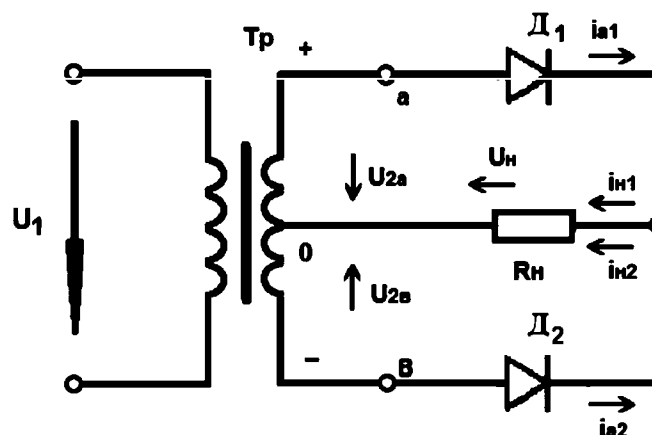

Рис. 2.6. Двухполупериодный выпрямитель с выводом средней точки.
6. Двухполупериодный выпрямитель с выводом средней точки вторичной обмотки трансформатора (рис. 2.6) можно рассматривать как сочетание двух однополупериодных выпрямителей, включен-